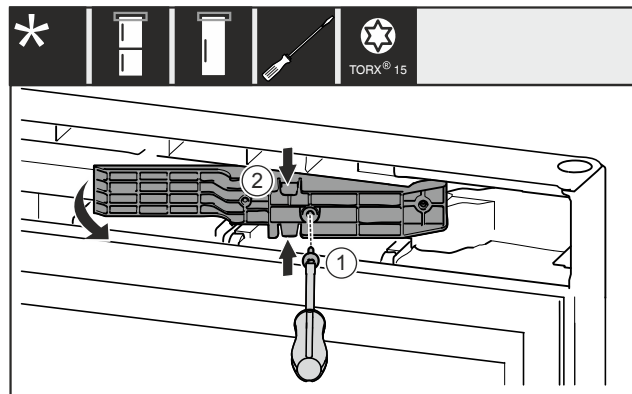

Fig. 16 *
- Rimuovere la vite Fig. 16 (1)*.
- Comprimere leggermente l'adattatore Fig. 16 (2) in alto e in basso ed estrarlo.*